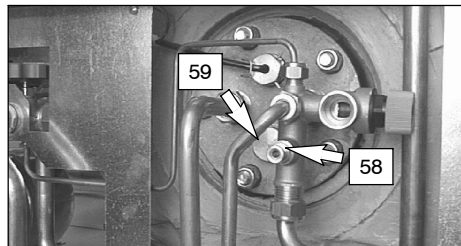

fig. 9.4 Vista lato inferiore
Per garantire la costante protezione del bollitore sanitario contro la corrosione elettrochimica, si consiglia di far controllare periodicamente dal tecnico del Centro Assistenza Autorizzato l'integrità dell'anodo al magnesio (59 in fig. 9.4).
- 3 Allentare il rubinetto di scarico acqua sanitaria del bollitore 58 fig. 9.4 e scaricare l'acqua del bollitore.